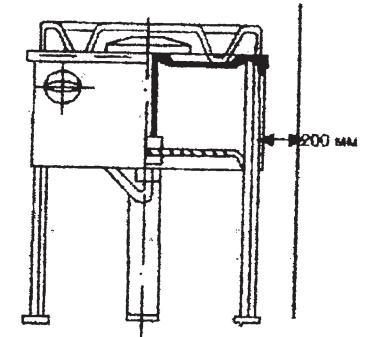

Рис. 2.
6.6. Плита предназначена для установки на полу. Установка плиты на подставку не допускается. Плита должна отступать от поверхности стены не менее чем на 200 мм. Расстояние, которое необходимо выдерживать показаны на рис. 2.